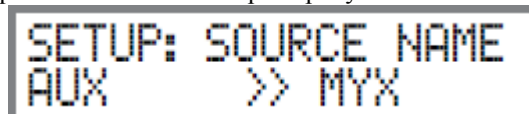

Рисунок 12
5. Поворачивайте регулятор VOLUME до тех пор, пока не будет отображен знак "Y". Смотрите рисунок 12.